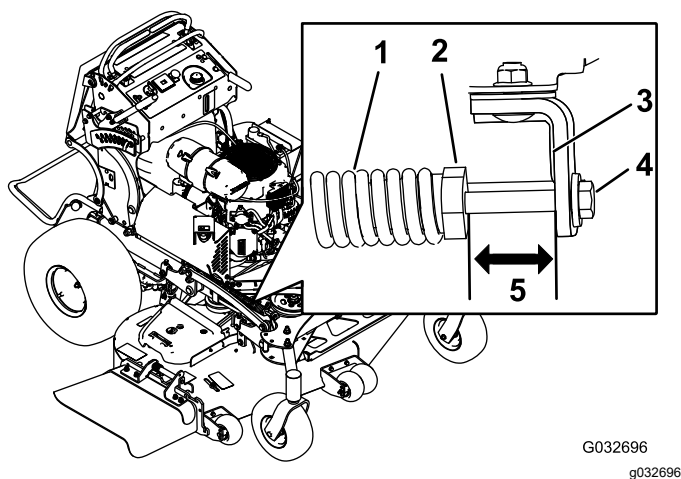

Figura 94
2. Compruebe la distancia entre la tuerca del muelle y el lado trasero del soporte de montaje soldado (Figura 94).
3. Asegúrese de que la longitud es de 51 mm (2") para carcasas de corte de 122 y 132 cm (48" y 52") y de 38 mm (1.5") para carcasas de cortacésped de 152 cm (60"), como se muestra en la Figura 94.
4. Si es necesario, ajuste la distancia ajustando el perno situado en la parte delantera del soporte de montaje (Figura 94).